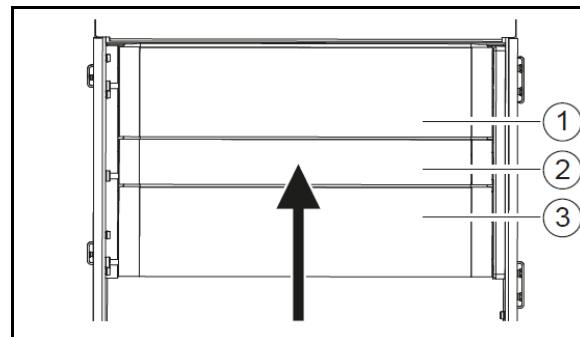

Рис. 188
1. Демонтируйте решетку (Рис. 188/1).